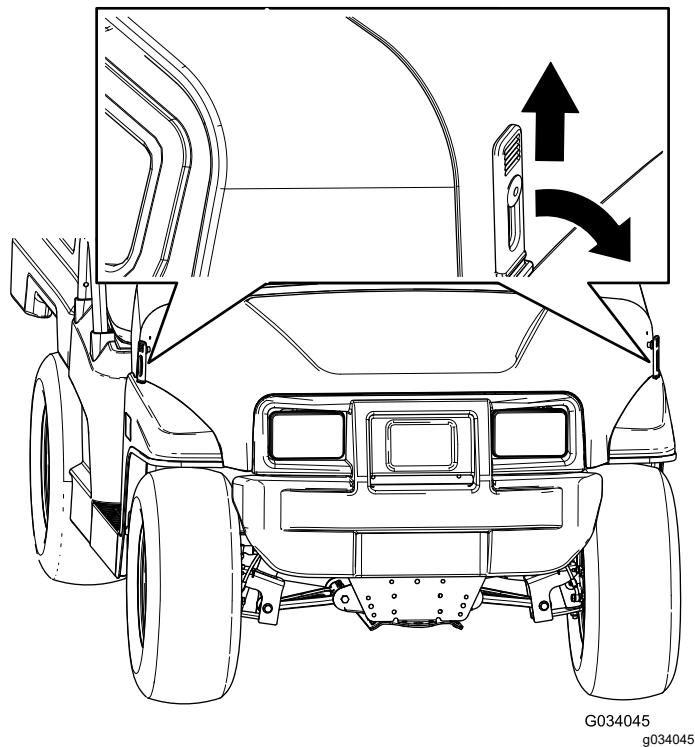

Figura 26
- Sujete el capó alineando los cierres de goma con los anclajes situados en cada lado del capó (Figura 26).
- Tire hacia arriba de los cierres de goma de cada lado del capó (Figura 26).